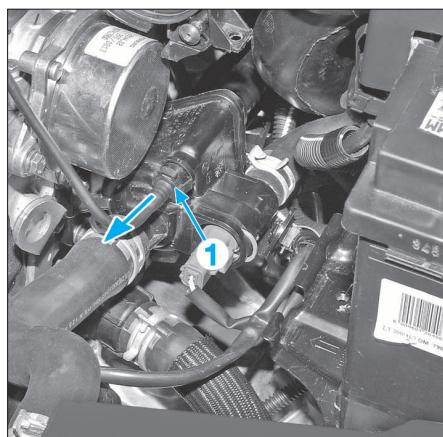

FIG. 56
- Débrancher le tuyau (1) (Fig.56).